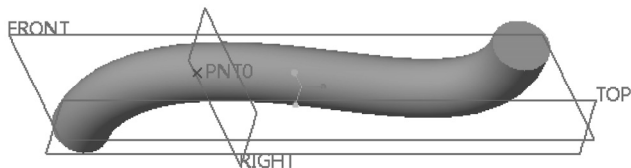

图 4-112 原始扫描混合特征
1) 单击  (打开) 按钮，弹出“文件打开”对话框。从随书光盘中的“CH4”文件夹中选择“bc_4_5_smhh2.prt”文件，单击“打开”按钮。原始扫描混合特征如图 4-112 所示。